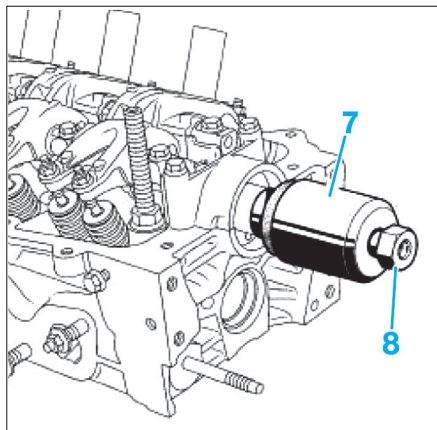

Fig. 51
- Mettre en place la cloche (7) et l'écrou épaulé (8) de l'outil de mise en place joint [4] (Fig.51).